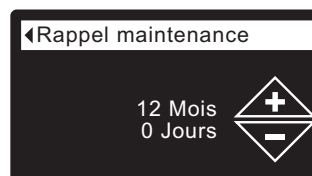

FIG. 82
Cette fonction vous rappelle de joindre le service technique de votre concessionnaire. (Cf. Figure 82). Une fois qu'elle est programmée, elle affiche le nombre de mois et de jours avant ce rappel.
7. Appuyez sur le sélecteur (O) pour ouvrir l'écran du rappel d'entretien (cf. Figure 82).